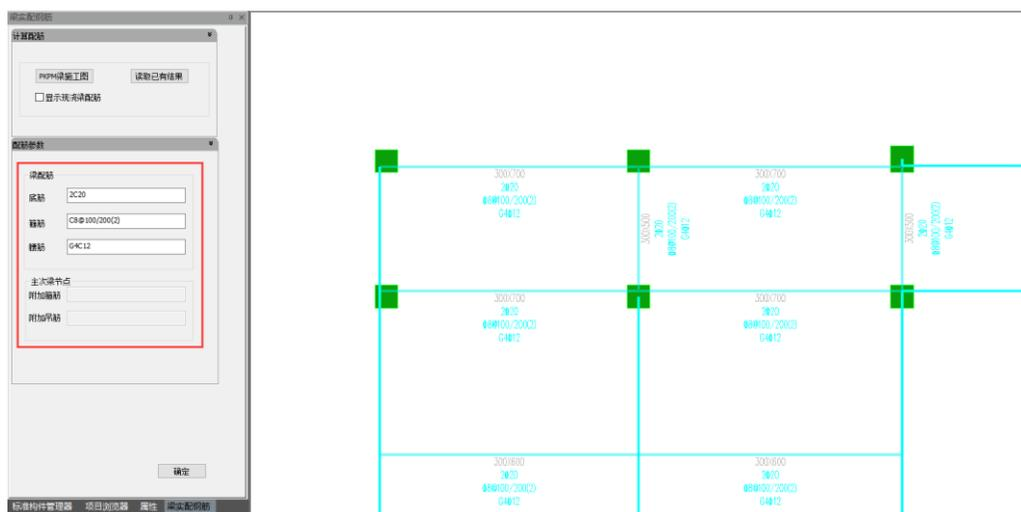

图 5.3-3 梁配筋值录入界面（批量修改）
- 批量修改：框选多根梁后，图 5.3-3 界面左侧的输入框将激活，可录入平法配筋值，完成多根梁的同时修改。